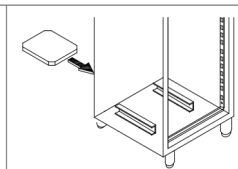

Figura 3
- Inserite il contenitore dello sbrinamento nelle guide poste sotto il frigorifero, realizzate il suo collegamento per i modelli predisposti per vaporizzazione automatica (Figura 3) (Valido solo per i modelli predisposti).